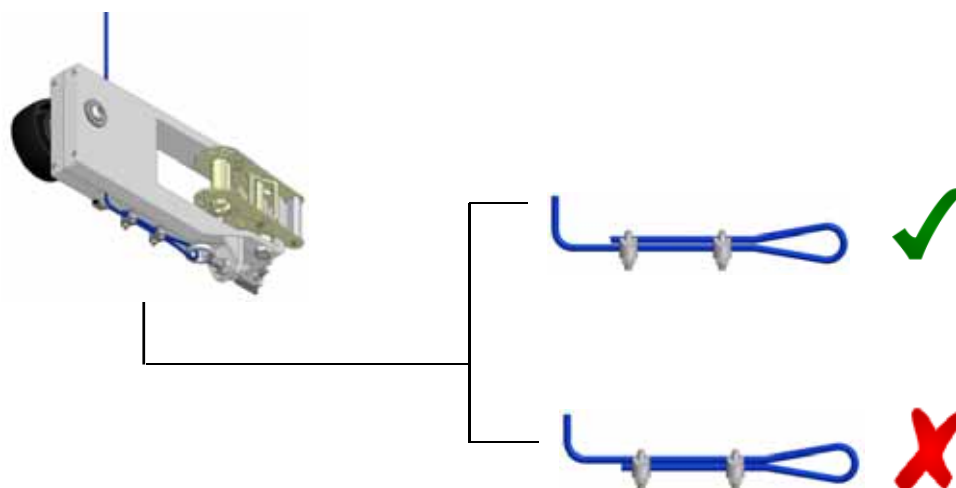

Abbildung 9
3.3 Führen Sie die Seile (H1) wie in Abbildung 8 gezeigt. Beginnen Sie an der unteren Laufrolle und wickeln Sie das Seil dann um den Einstellaugbolzen; sichern Sie das Seil mit zwei 5 mm Kabelziehkeilen (im Lieferumfang enthalten). Vergewissern Sie sich, dass das Brückenglied des Keils bei Beanspruchung am Seil anliegt (Abbildung 9).